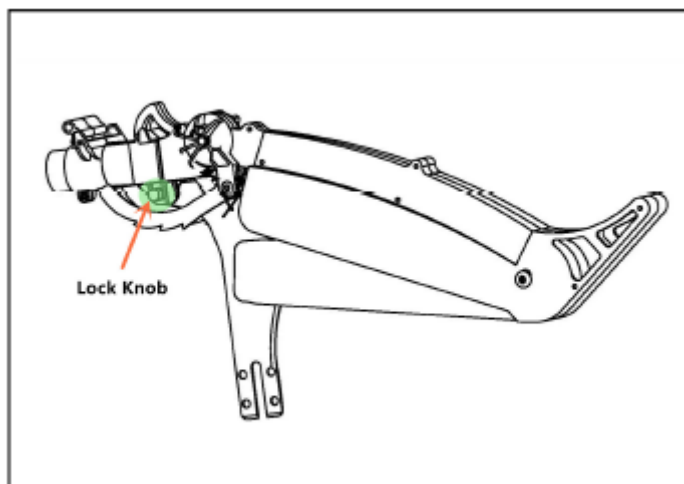

Рис.17
4. Наденьте защитный защиту пильного диска на расклинивающий нож, затяните фиксирующую ручку. Рис. 17